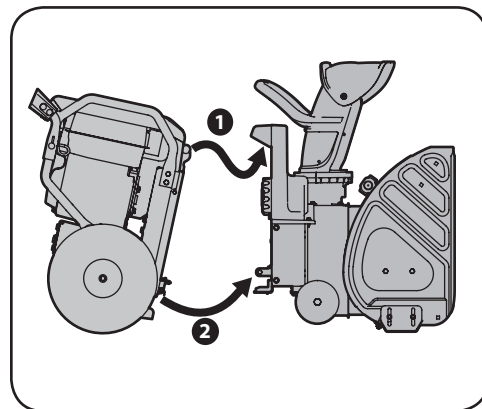

Figura 4-4
3. Una vez que se engancha el montaje superior (1), y con ambas manos en las empuñaduras de las manijas, incline suavemente la unidad hacia atrás para enganchar los montajes inferiores (2). Consulte la Figura 4-4.